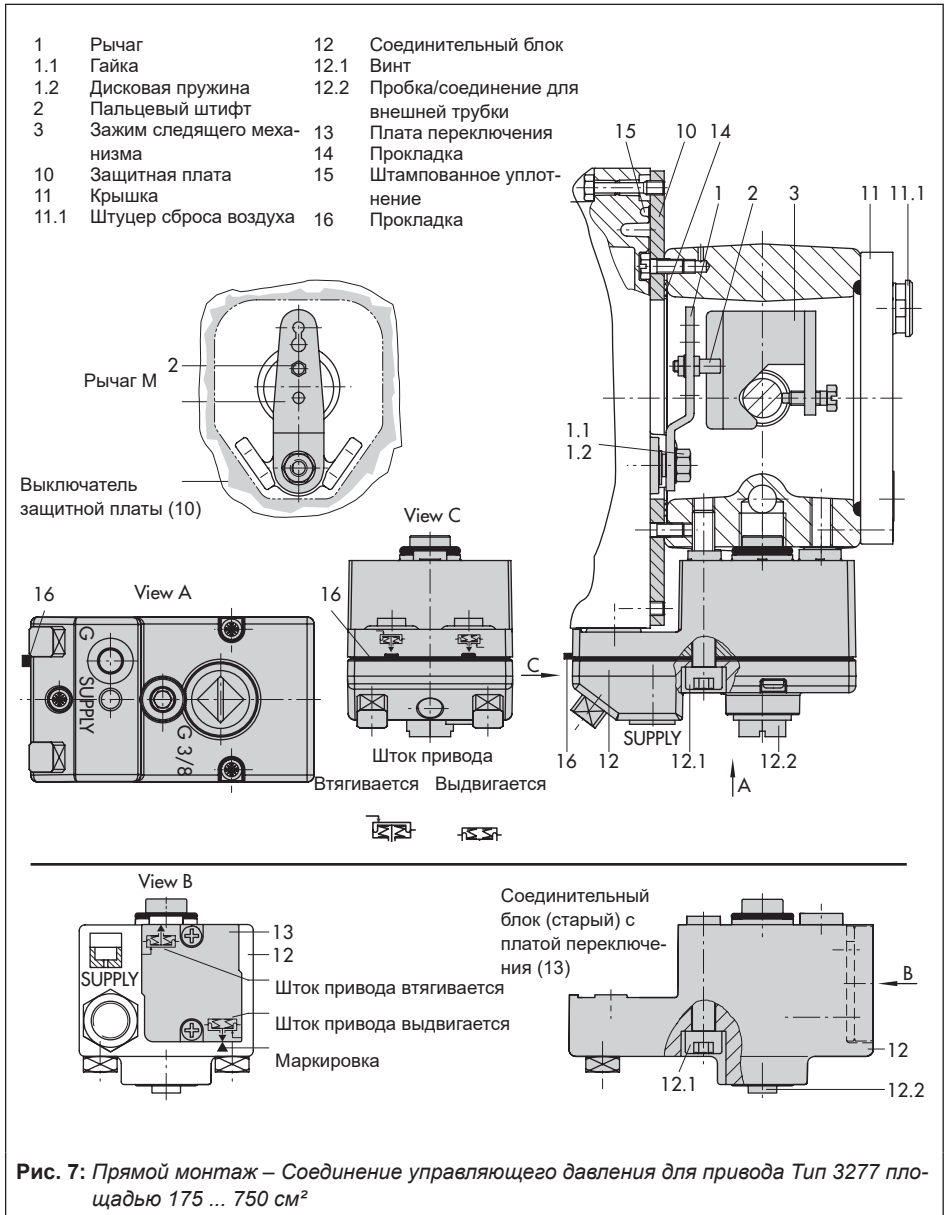

Рис. 7: Прямой монтаж – Соединение управляющего давления для привода Тип 3277 площадью 175 ... 750 см2
#### Привод 175 ... 750 см2 (см. Рис. 7)
2. Защитную плату (10) узкой стороной выреза (Рис. 7, слева) зафиксируйте в направлении соединения управляющего давления. Прокладка (14) должна указывать в сторону рамы привода.
3. У приводов 355/700/750 см2 на рычаге М (1) с обратной стороны позиционера извлеките пальцевый штифт (2) из положения 35, вставьте в отверстие для положения 50 и зафиксируйте.
4. Вставьте штампованное уплотнение (15) в паз корпуса позиционера.
5. Установите позиционер на защитную плату таким образом, чтобы пальцевый штифт (2) укладывался на верхней стороне зажима следящего механизма (3). Отрегулируйте рычаг (1) соответствующим образом и удерживайте вал позиционера при открытой крышке за поворотно-нажимную кнопку или за колпачок. Рычаг (1) при усилии пружин должен укладываться на зажим следящего механизма. Зафиксируйте позиционер двумя крепежными болтами на защитной плате (10).
6. Проверьте, установлен ли выступ уплотнения (16) сбоку на соединительном блоке таким образом, чтобы символ привода для "Шток привода выдвигается" или "Шток привода втягивается" совпадал с исполнением привода. В ином случае необходимо удалить три крепежных болта, снять плату и заново уложить уплотнение (16) в перевернутом на 180° положении.
Для старого соединительного блока (Рис. 7, снизу) поверните плату переключения (13) таким образом, чтобы соответ-